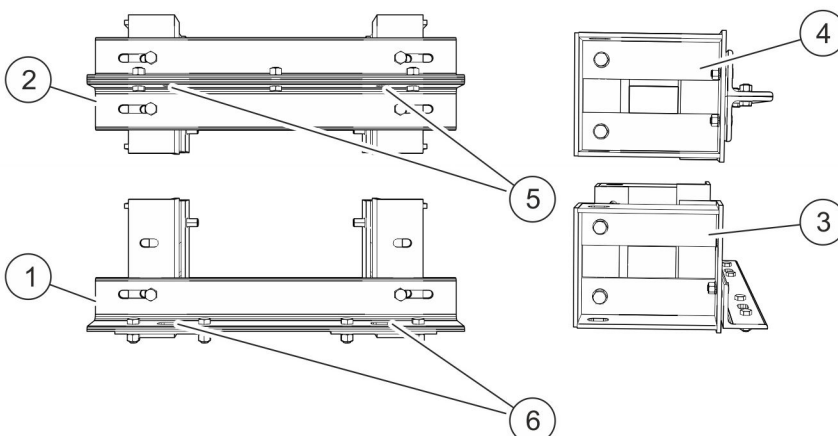

Abb. 15: Alu-Winkel, Frontansicht und Seitenansicht
2. ➤ Befestigungsteile für den unteren Winkel (Abb. 15/3) in Befestigungsbuchsen am Mast schrauben.
3. ➤ Befestigungsteile für die oberen Winkel (Abb. 15/4) in Befestigungsbuchsen am Mast schrauben.
Vorsichtig unteren Winkel (Abb. 15/1) verschiebbar an Befestigungsteile anschrauben.
5. ➤ Beide oberen Winkel (Abb. 15/2) an Befestigungsbuchsen am Mast schrauben.
6. ➤ Obere Winkel (Abb. 15/2) mit drei Schraubverbindungen verbinden.
Vorsichtig obere Winkel (Abb. 15/2) verschiebbar an Befestigungsteile anschrauben.
9. ➤ Beide oberen Alu-Winkel (Abb. 15/2) in der Vertikalen mittig zur Achse des Masts ausrichten.
10. ➤ Unteren Alu-Winkel (Abb. 15/1) ausrichten wie folgt: Die Bohrlöcher zur Befestigung des Drehbolzens in den oberen Alu-Winkel (Abb. 15/5) stehen mittig über den Bohrlöchern zur Befestigung der Drehbolzen im unteren Alu-Winkel (Abb. 15/6).